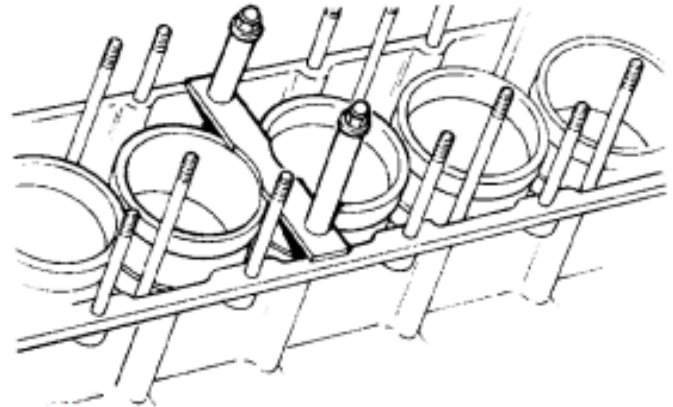

Abb. 1
- ▶ Befestigen Sie das Zylinderbuchsen-Haltewerkzeug 272915 (Abb. 1).
- ▶ Entfernen Sie das Zylinderbuchsen-Haltewerkzeug 272915 (Abb. 1).